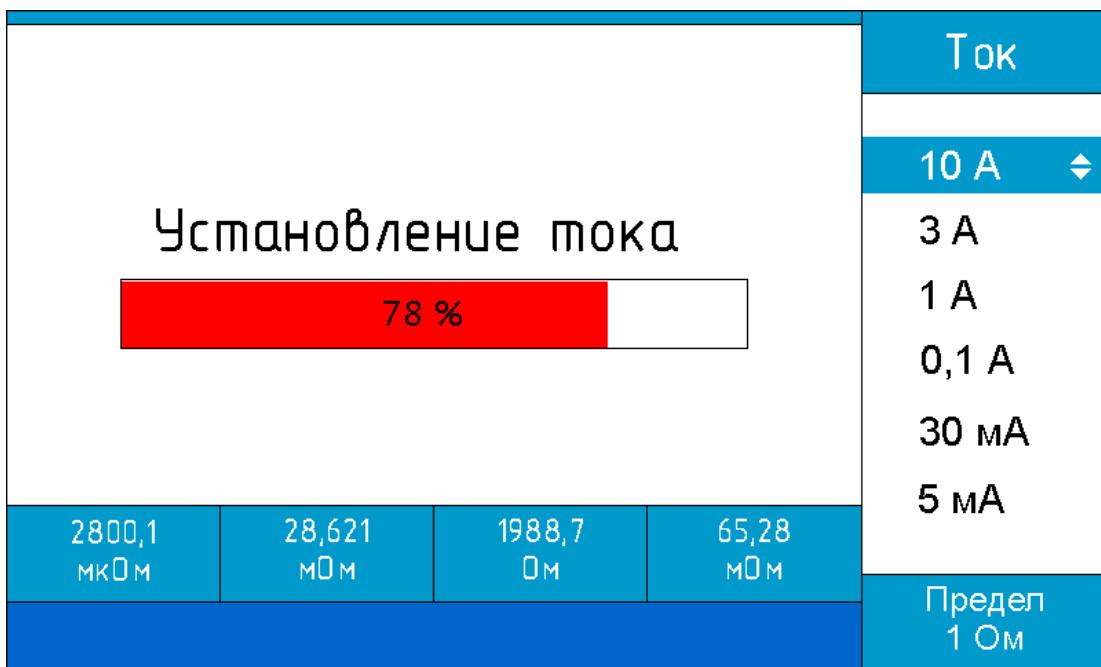

Рис. 6. Отображение величины измерительного тока в процессе установления.
**4.2.3.** В процессе установления измерительного тока его величина в процентах от заданного значения отображается на экране (рис. 6).